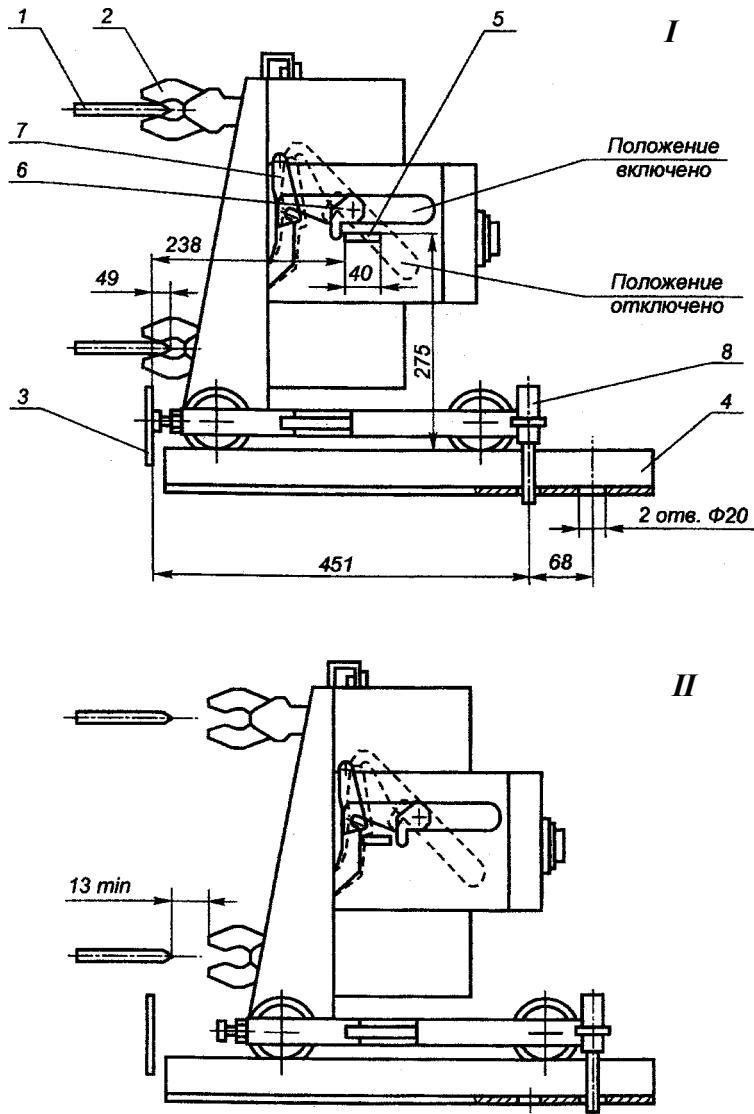

Рис. 12. Выключатель выдвижного исполнения.
- установить выключатель на рельсы в ячейку распределительного устройства и вкатить до упоров. При вкатывании убедиться, что оси симметрии главных врубных контактов и шин врубных контактов распределительного устройства совпадают по вертикали и по горизонтали и проверить, чтобы не было смещения врубных контактов выключателя с шинами распределительного устройства. Проверить соответствие величины захода врубных контактов на шины распределительного устройства требованиями настоящей инструкции (рис. 12) при фиксации выключателя в рабочем положении. Вкатывание выключателя в распределительное устройство производится вручную, для чего на выключателе имеются две ручки;
- включить выключатель (без тока в главной цепи) и проверить блокировку от выкатывания выключателя во включенном положении (рис. 12). При этом врубные контакты не должны сходить с ровных площадок шин распределительного устройства;
- отключить выключатель, зафиксировать рычаг блокировки в положении "отключено" и выкатить выключатель в контрольное положение с помощью рукояток (рис. 12-И);
- включить выключатель и проверить блокировку от выкатывания выключателя во включенном положении (рис. 12). Расстояние между врубными контактами выключателя и шинами распределительного устройства должно быть не менее 13 мм при касании рычага блокировки упора в ячейке распределительного устройства;
8. Выдвижной выключатель вкатить в рабочее положение и зафиксировать его при помощи специального устройства (рис. 12).